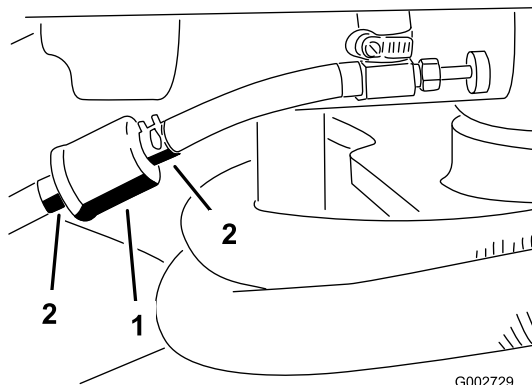

图31
1. 关闭燃油切断阀，拧松滤芯化油器侧的软管夹，然后从滤芯上拔下燃油管线（图31）。